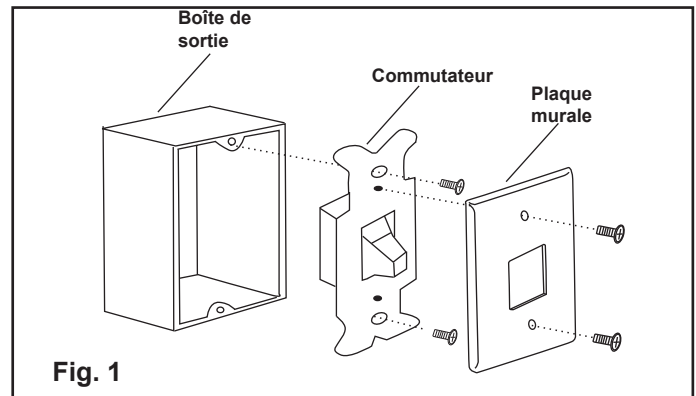

Fig. 1
- Coupez l'alimentation à la boîte à fusibles ou au disjoncteur et retirez la plaque murale et l'interrupteur existants, ne retirez pas les fils avant de noter leur position. (Figure 1).